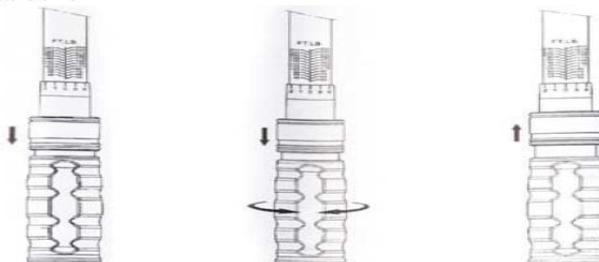

Рис.4
- 4.2.5. Перед началом работы с ключом серии 34*62 необходимо произвести настройку ключа (Рис.4):